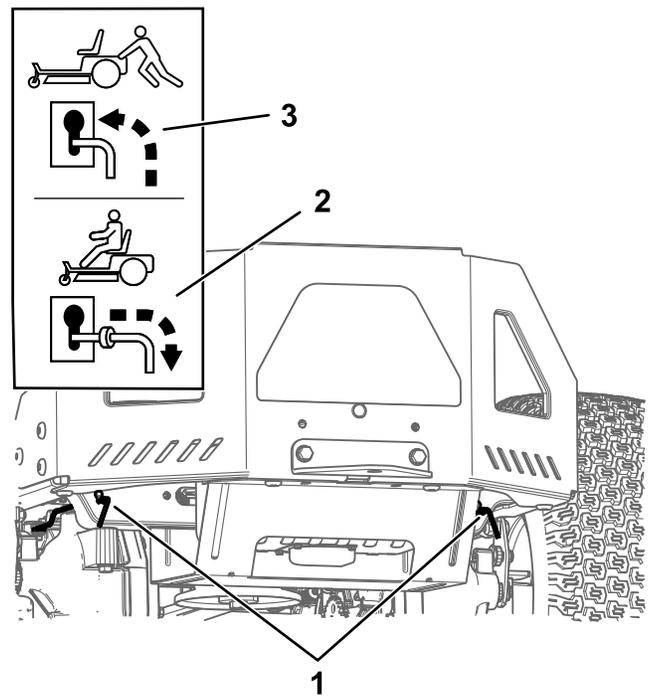

Figura 32
4. Mueva las dos palancas de desvío hacia delante a través del orificio ranurado y hacia abajo para bloquearlas en esa posición (Figura 32).